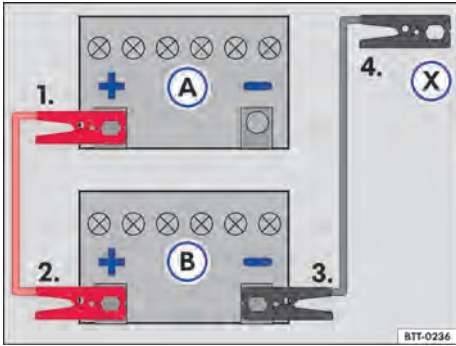

Fig. 176 Esquema para a conexão dos cabos auxiliares de partida: bateria do veículo descarregada (A) e bateria do veículo fornecedora de corrente (B).
Legenda para → Fig. 176:
Conectar o cabo auxiliar de partida somente na sequência 1 – 2 – 3 – 4 → Fig. 176.
- Conectar uma extremidade do cabo auxiliar de partida *vermelho* ao polo positivo (+) do veículo com a bateria do veículo descarregada → Fig. 176 (A) → ⚠️.
- Conectar a outra extremidade do cabo auxiliar de partida *vermelho* ao polo positivo (+) do veículo fornecedor de corrente (B).
- Conectar uma extremidade do cabo auxiliar de partida *preto* ao polo negativo da bateria do veículo fornecedor de corrente (B).
- Conectar a outra extremidade do cabo auxiliar de partida *preto* (X) no veículo com a bateria do veículo descarregada em uma peça maciça de metal aparafusada firmemente ao bloco do motor ou no próprio bloco do motor - porém não nas proximidades da bateria (A) → ⚠️.